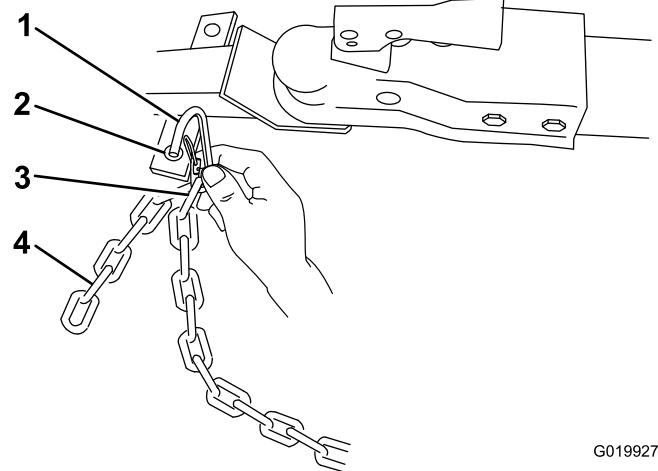

Figure 27
maillons appropriés de la chaîne de sécurité (Figure 27). Si la chaîne est trop lâche et touche le sol, raccrochez-la au maillon d'attache pour l'éloigner du sol.
3. Accrochez chaque bout de la chaîne au point de montage de la chaîne de sécurité du véhicule tracteur à l'aide des maillons d'attache (Figure 27).